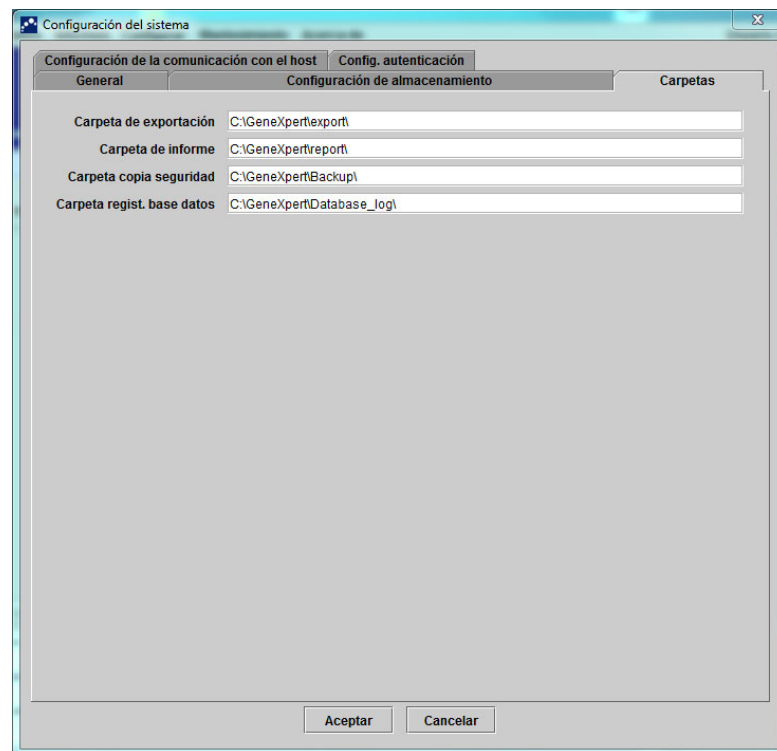

Figura 2-80. Cuadro de diálogo Configuración del sistema (ficha Carpetas)
2. Haga clic en la ficha **Carpetas**. Aparece la ficha **Carpetas**. Consulte la figura 2-80.